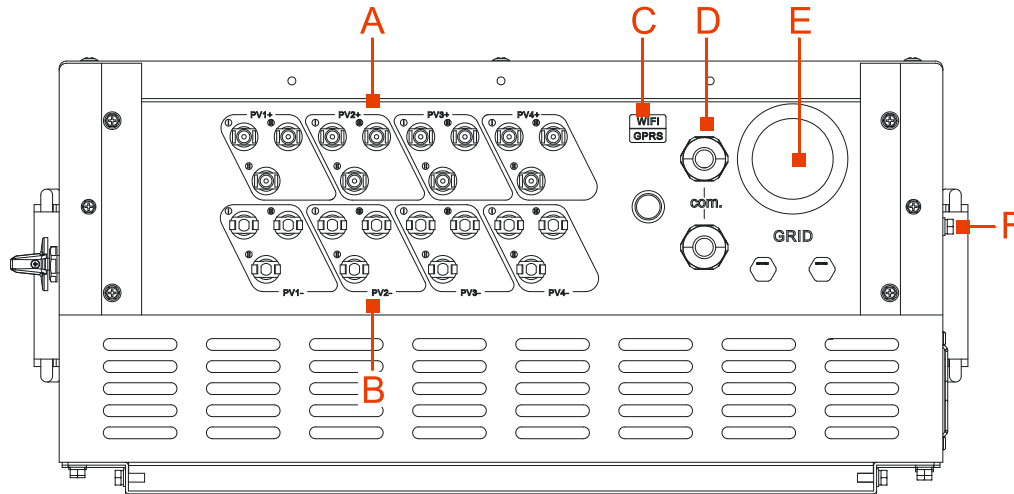

Figura 3-9 Icone di collegamento
Il cablaggio dell'inverter va eseguito dalla parte inferiore dello stesso. Le icone di collegamento sono illustrate nella Figura 3-9, mentre il loro significato nella Tabella 3-1 I requisiti di cablaggio consigliati sono riportati nella Tabella 3-2.
- Poiché i modelli SPI30K-B, SPI33K-B e SPI36K-B possiedono sei percorsi d'ingresso CC, i tre percorsi d'ingresso CC nei punti PV3+, PV3-, PV4+ e PV4- illustrati nella Figura 3-9 non possono essere collegati tramite connettore fotovoltaico. Utilizzare dei tasselli per bloccarli.
- Poiché il modello SPI40K-B possiede nove percorsi d'ingresso CC, i tre percorsi d'ingresso CC nei punti PV4+ e PV4- illustrati nella Figura 3-9 non possono essere collegati tramite connettore fotovoltaico. Utilizzare dei tasselli per bloccarli.